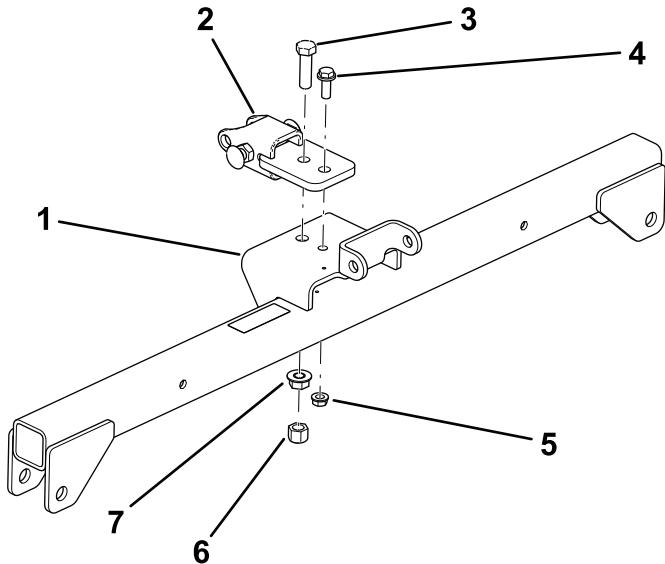

図3
1. ハンガーアセンブリ図3の前穴に、牽引バーを仮止めするボルト $\frac{1}{2} \times 1\frac{3}{4}$ "1本、フランジナット1/2"1本、六角ナット1/2"1個を使用する。